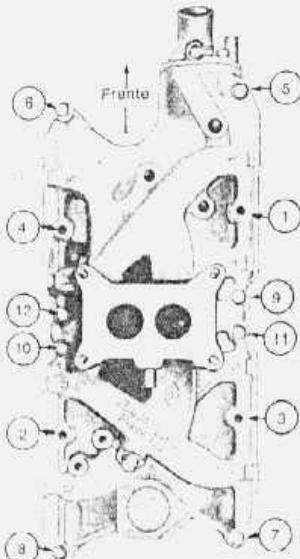

fig. 9 — seqüencia de aperto de parafusos do coletor
5. Verificar se os furos das juntas estão alinhados com os do coletor e instalar os parafusos e porcas de fixação do coletor. Apertar os parafusos de fixação do coletor, na sequência indicada pela fig. 9, segundo a especificação.
16. Desligar o motor e reapertar os parafusos do coletor, seguindo a sequência mostrada na fig. 9, com o torque especificado.